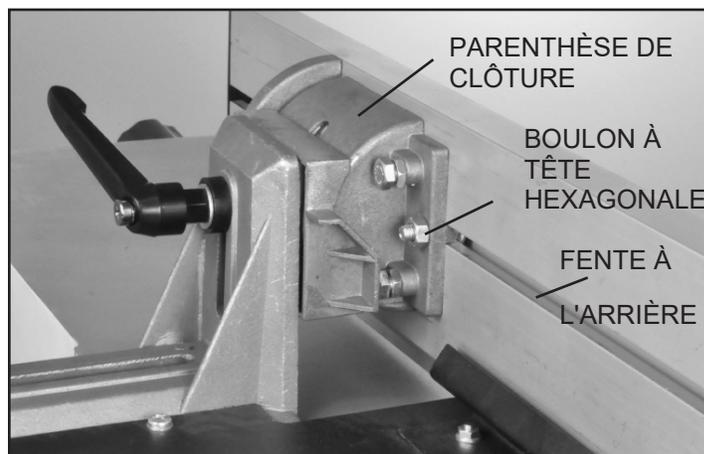

FIG. 21
1. À l'arrière de la clôture, desserrer les deux boulons hexagonaux qui attachent le support de clôture à la clôture à travers la longue fente centrale à l'arrière de la clôture. FIG. 21.